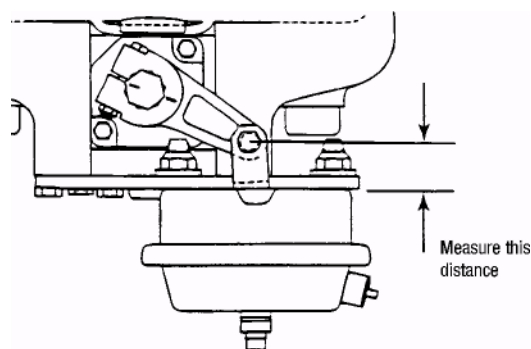

РИС. 14
1. **Длина хода:** Проверьте регулируемую длину хода поршня камеры (Рис. 14).
РИС. 14а
15. Для установки начального зазора суппорта, проведите соответствующую настройку суппорта, уменьшая зазор суппорт – ротор до нуля (См. Рис. 14а для выбора направления вращения регулировки). Убедитесь, что на грузочная пластина полностью контактирует с опорным тормозным диском. Произведите семь «отжимов» тормоза для установки начального зазора.